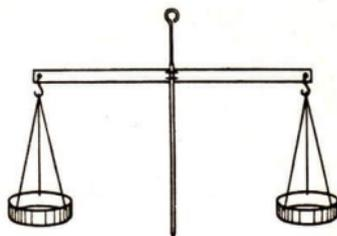

Abb. 33/1
11. Stelle aus einer Leiste, zwei Dosendeckeln, einer Stricknadel (als Zeiger), etwas Draht und dünner Schnur eine einfache Balkenwaage her (Abb. 33/1)!